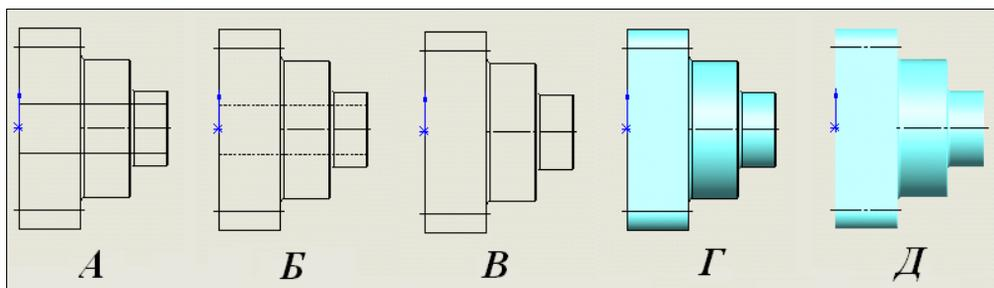

Рис. 8.10
- ◆  — Каркасное представление (рис. 8.10, А);
- ◆  — Невидимые линии отображаются (рис. 8.10, Б);
- ◆  — Скрыть невидимые линии (рис. 8.10, В);
- ◆  — Закрасить с кромками (рис. 8.10, Г);
- ◆  — Закрасить (рис. 8.10, Д).